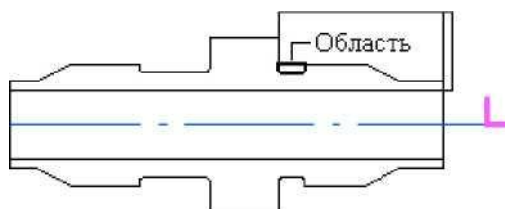

Рисунок 31
4. Нажмите кнопку «Добавить» и укажите контур, определяющий границы области (см Рисунок 31).